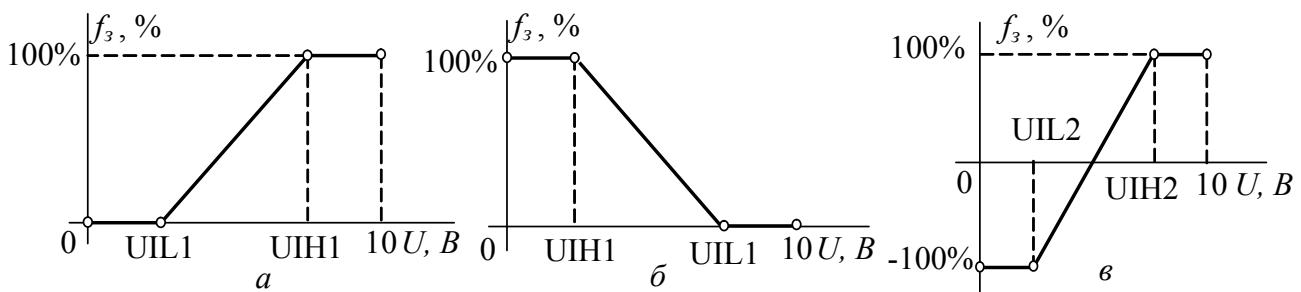
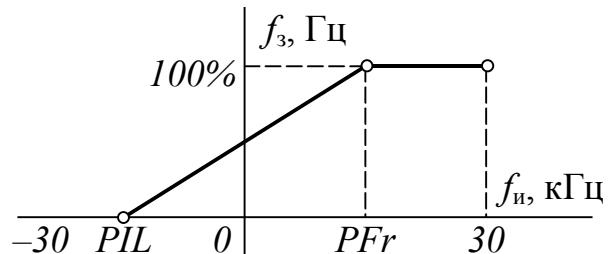

Рис. 7.3 Статические характеристики аналогового входа
Рис. 7.7 Статическая характеристика импульсного входа
Для согласования аналогового входа с источником сигнала его статическую характеристику (зависимость задания на частоту от входного сигнала) можно сделать нелинейной (рис. 7.3а). Абсциссы опорных точек (в диапазоне 0...10 В) для аналогового входа AI1 задают с помощью параметров (подменю AI1-, [AI1 CONFIGURATION], [КОНФИГУРАЦИЯ AI1]):
В случае, если $UIL1 > 0$, в диапазоне малых входных сигналов ($0 \dots UIL1$) ПЧ не будет реагировать на изменение входного сигнала (зона нечувствительности), а задание на частоту будет нулевым. Если же сигнал больше $UIH1$, задание на частоту будет максимально возможным (зона насыщения). Если максимальное значение выбрано меньше минимального ($UIH1 < UIL1$), статическая характеристика входа имеет вид, изображенный на рис. 7.3б.
- POS , [$0 - 100\%$] – только положительное задание, изменяющееся в пределах $0 \dots 100\%$ (как на рис. 7.3а для первого входа);
- nEG , [$\pm 100\%$] – двухполлярное задание, изменяющееся в пределах $\pm 100\%$ при изменении входного сигнала в пределах $0 \dots 10$ В или $0 \dots 20$ мА (рис. 7.3в).
рис. 7.3а, б). Абсциссы опорных точек данной характеристики задают значения параметров (подменю PLI-, [RP CONFIGURATION], [КОНФИГУРАЦИЯ RP]):
Поскольку минимальная входная частота может быть отрицательной, статическая характеристика импульсного входа, в отличие от аналоговых, может принимать вид не только рис. 7.3а, б, но и рис. 7.7.